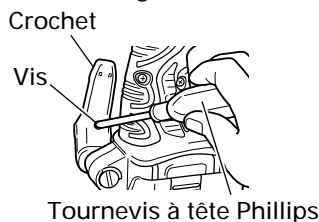

Fig. 10
(1) Desserrer la vis du crochet avec un tournevis à tête phillips (no. 1). (Fig. 10)